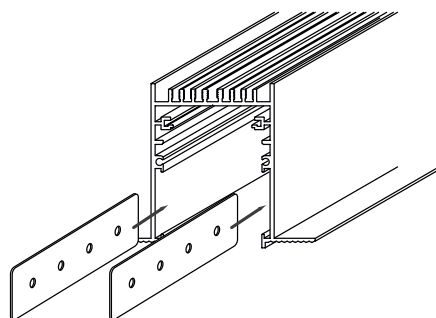

Рис. 3. Установка коннекторов в пазы шинпровода
- 3.7. С помощью коннекторов MAG-CON-45-SIDE вы можете соединить встык шинопроводы или угловые коннекторы. Для этого установите в паз шинопровода прямой коннектор MAG-CON-45-SIDE на половину его длины и закрепите установочными винтами из комплекта поставки (см. рис. 3).